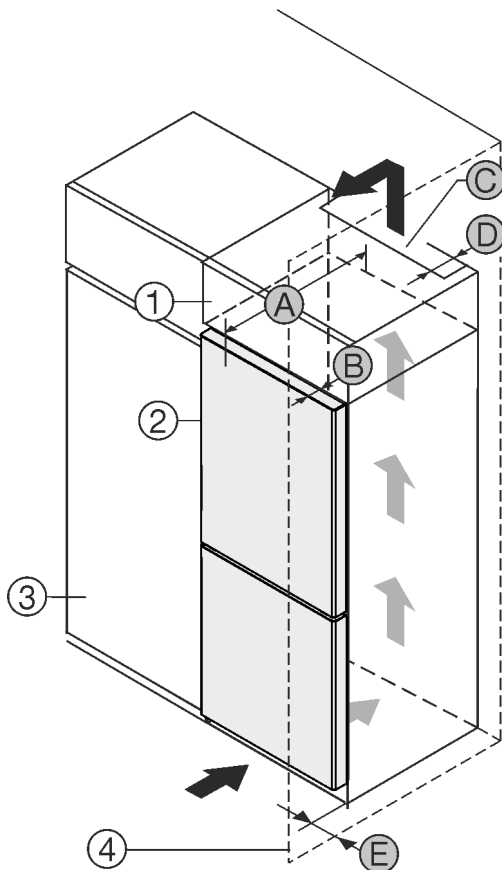

Fig. 1
Ju mund ta instaloni pajisjen direkt ngjitur me dollapin e kuzhinës Fig. 1 (3)*
Në faqen e pasme të dollapit së montimit duhet të ketë një hapësirë ajrimi me thellësi Fig. 1 (D) në të gjithë gjerësinë e dollapit të montimit.*
Nën mbulesën e hapësirës duhet respektuar seksioni tërthor i qarkullimit të ajrit Fig. 1 (C)*
Nëse instaloni pajisjen me mentesha pranë një muri Fig. 1 (4), atëherë duhet që distanca midis pajisjes dhe murit të jetë të paktën 13 mm.*
Nëse instaloni pajisjen me mentesha pranë një muri Fig. 1 (4), atëherë duhet që distanca midis pajisjes dhe murit të jetë të paktën 20 mm.*
Në mënyrë që dera të mund të hapet plotësisht, duhet që pajisja të dalë jashtë përpara kanatit të dollapit të kuzhinës sa thellësia e derës Fig. 1 (B). Në varësi nga thellësia e dollapëve të kuzhinës Fig. 1 (3) dhe përdorimi i ruajtësve të distancës nga muri, pajisja mund të dalë më shumë përpara dollapit.*